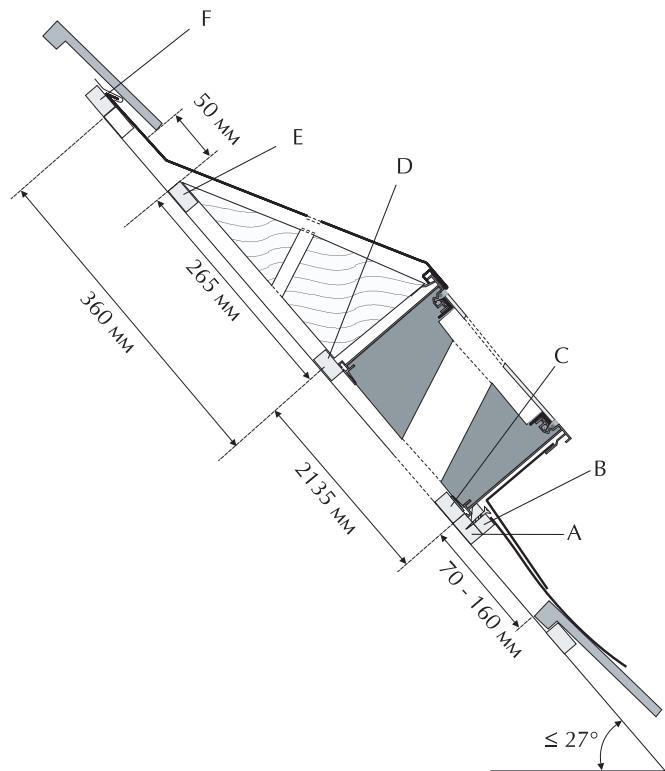

Рис. 3.2 Продольный разрез монтажа, встроенного в крышу. Буквы А–F указывают положение монтажных реек.
8. Рейку **F** (для крепления верхних замыкающих металлических листов) смонтировать на расстоянии ее нижнего края от середины рейки **D** в 360 мм (смотри рис. 3.2).